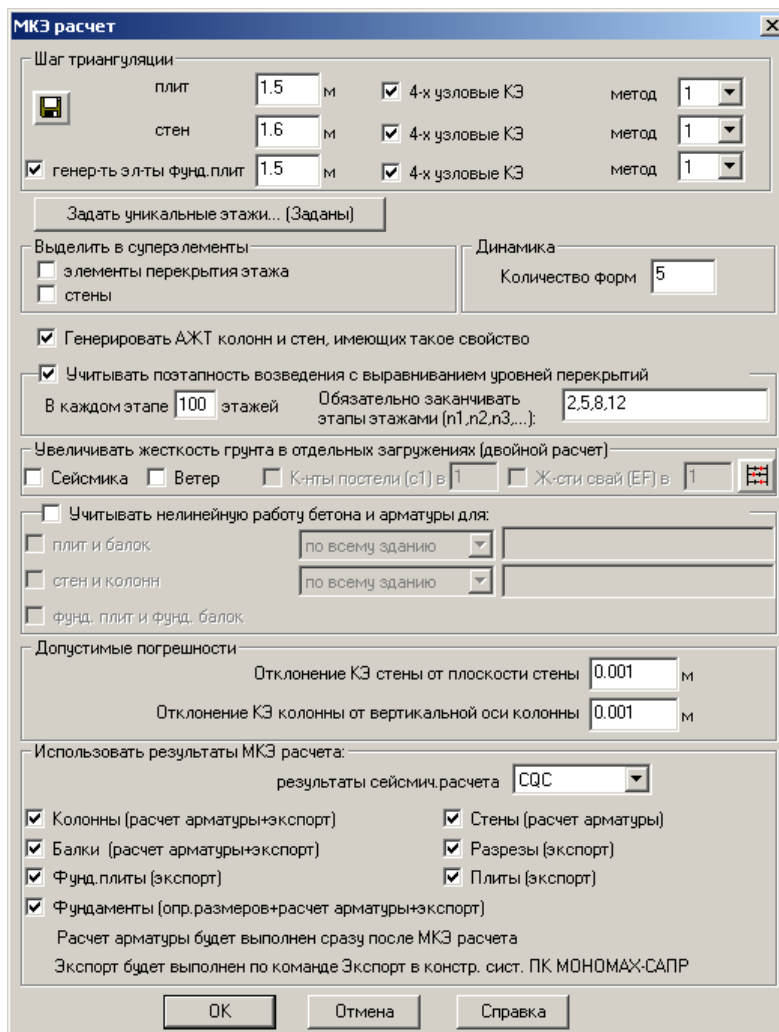

Рис.13.11.1. Окно диалога МКЭ расчет
- В открывшемся окне диалога **МКЭ расчет** (рис. 13.11.1) задайте следующие параметры:
- в окне диалога **МКЭ расчет** (рис. 13.11.1) установите флажок **Генерировать АЖТ колонн и стен, имеющих такое свойство**;